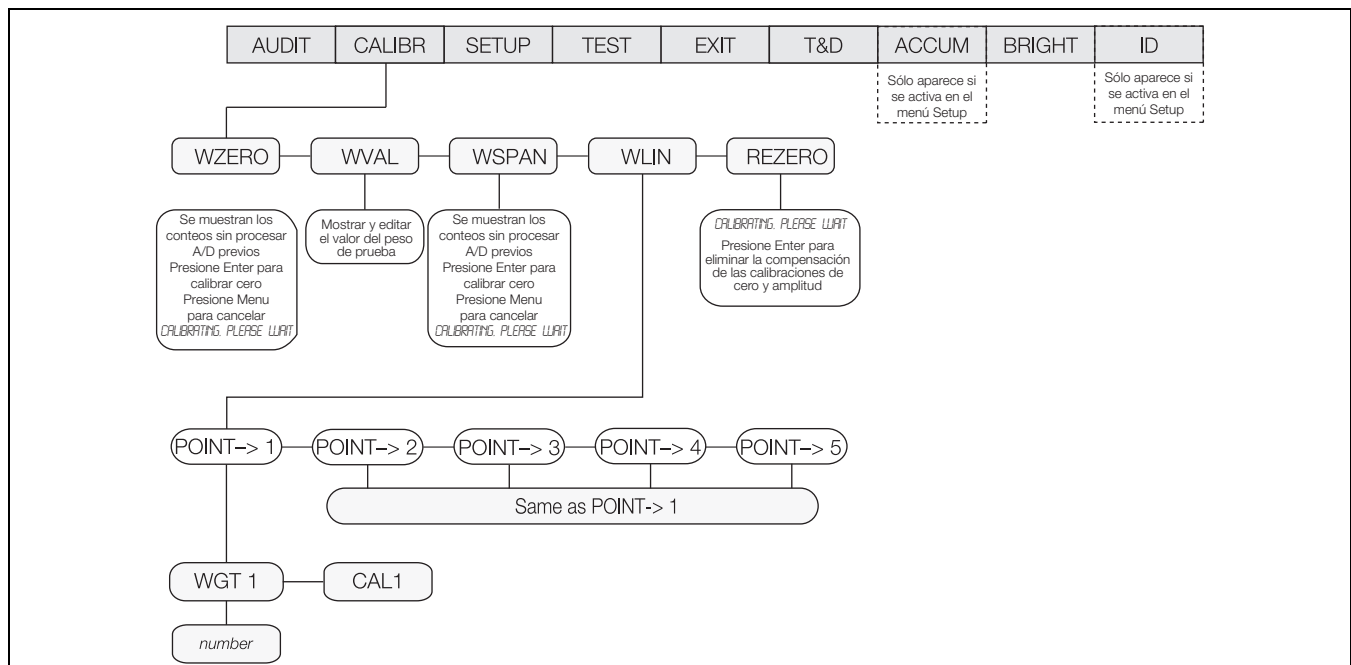

Figura 4-1. Menú Calibration
- El menú CALIBR mostrado en la Figura 4-1 ofrece la calibración rápida.